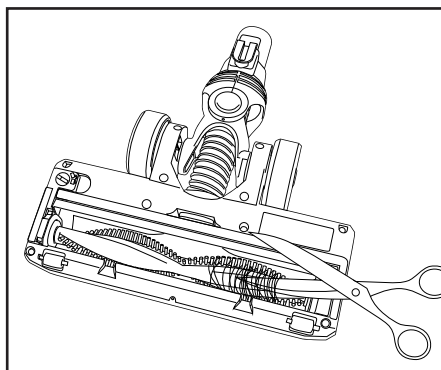

Fig. 1
2. Utilisez des ciseaux pour éliminer toute accumulation enchevêtrée autour du rouleau-brosse (Fig. 1).